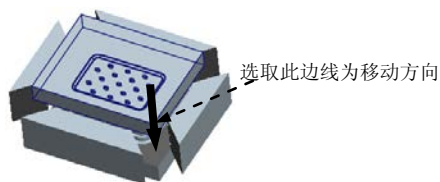
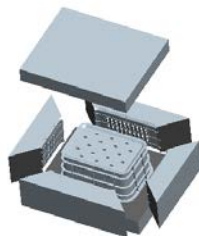

图 16.29 选取移动方向
图 16.30 移动上模后的状态
Step4. 开模步骤 2：移动上模。选取图 16.29 所示的边线为移动方向，输入要移动的距离值-1000，移出后的模型如图 16.30 所示。